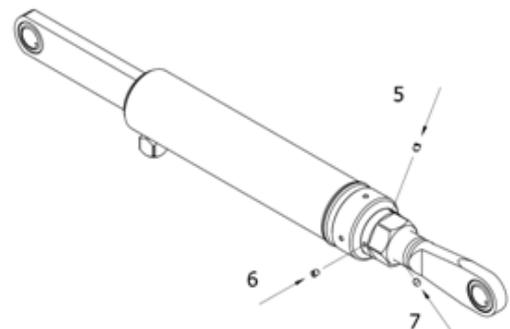

Abbildung 40. Festziehen der Sicherungsschrauben
4. Die Sicherungsschrauben festziehen (Pos. 5, 6, 7, siehe Abbildung 40). Zepro empfiehlt, die Schrauben mit Loctite 243 oder o. ä. zu sichern.